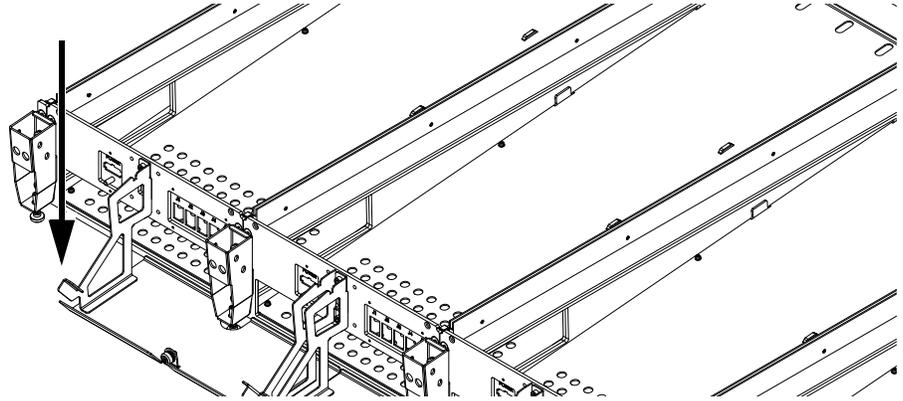

Figura 27. Abertura para la regleta de CA y Ethernet de la estación de trabajo.
- 1 Antes de colocarlas, no dejes de llevar el cable de Ethernet único (estación de trabajo) y la fuente de CA a la regleta de alimentación por los paneles de la parte posterior y abajo por la abertura a la derecha (o a la izquierda) de los paneles posteriores externos (consulta Figura 27).